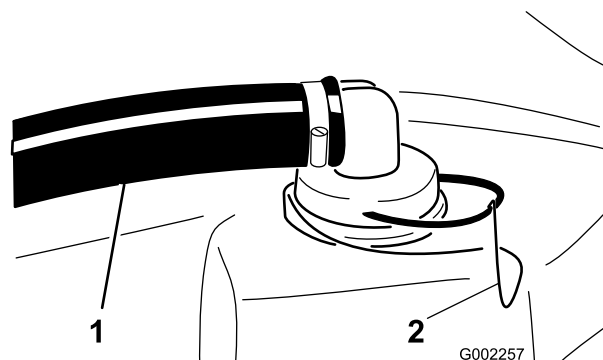

図 41
2. タンク上部で、太いホースについているフィッティングをストレーナハウジングに固定しているリテーナを外す 図 41。
3. ストレーナハウジングからホースとフィッティングを取り外す 図 41。